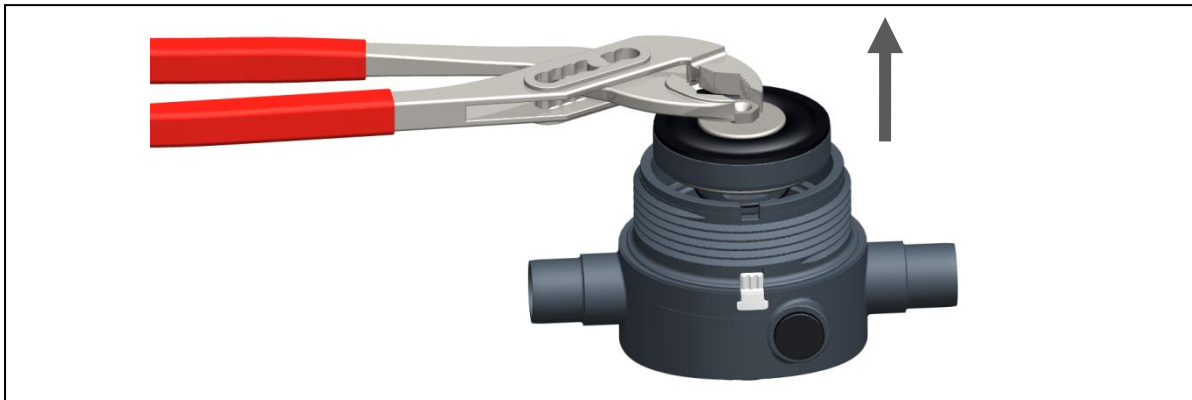

Abb. 9
- Kartusche aus Unterteil mit geeignetem Werkzeug (z. B. Zange) entnehmen, siehe Abb. 9